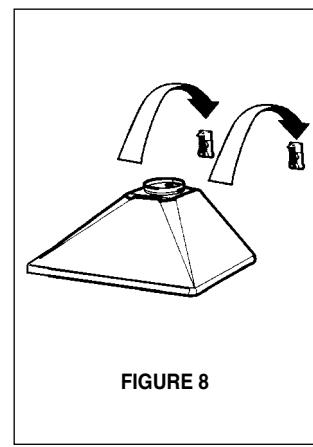

FIGURE 8
4. Suspender la hotte aux fixations (**FIGURE 8**). Il y a deux trous rectangulaires à l'arrière de la hotte. Les fixations passent au travers de ces trous et la hotte est suspendue aux collerettes des fixations. À cause du poids de la hotte, deux personnes devraient la soulever fin d'éviter toute blessure. S'assurer que la hotte soit en place sur les fixations, de façon sécuritaire.